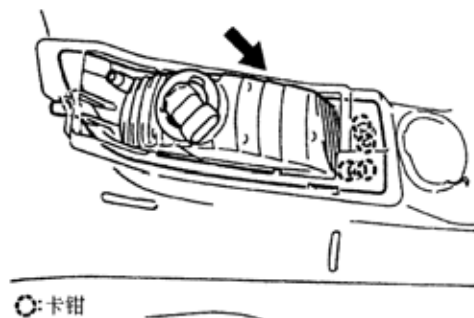

图 9-50
(2)松开 4 个卡钳，拆下左侧雾灯总成，如图 9-50 所示。